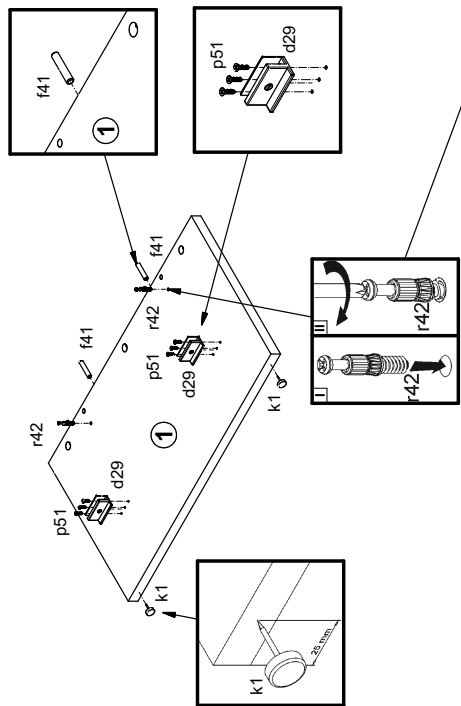

Рисунок 2
2. В отверстия $\varnothing 8$ мм на верхних кромках стенок боковых **1 (см. рис. 2)** вбить деревянные шканты **f41**. **ВНИМАНИЕ!** В случае, если шкант выступает из отверстия более, чем на **20 мм**, его необходимо укоротить, т.к. возможно повреждение деталей.
4. В отверстия $\varnothing 5$ мм на боковых поверхностях стенок **1 (см. рис. 2)**, на нижней поверхности щита **5 (см. рис. 2)** вкрутить винты стяжки **r42**.
5. В отверстия $\varnothing 5$ мм на нижней поверхности щита **5 (см. рис. 2)** вкрутить винты стяжки **r23**.
6. В отверстия $\varnothing 3$ мм на боковых поверхностях стенок **1 (см. рис. 2)** шурупами **p51** закрепить полкодержатель **d29**.
7. На нижних кромках стенок **1** вбить подпятники **k1 (см. рис. 2)**.